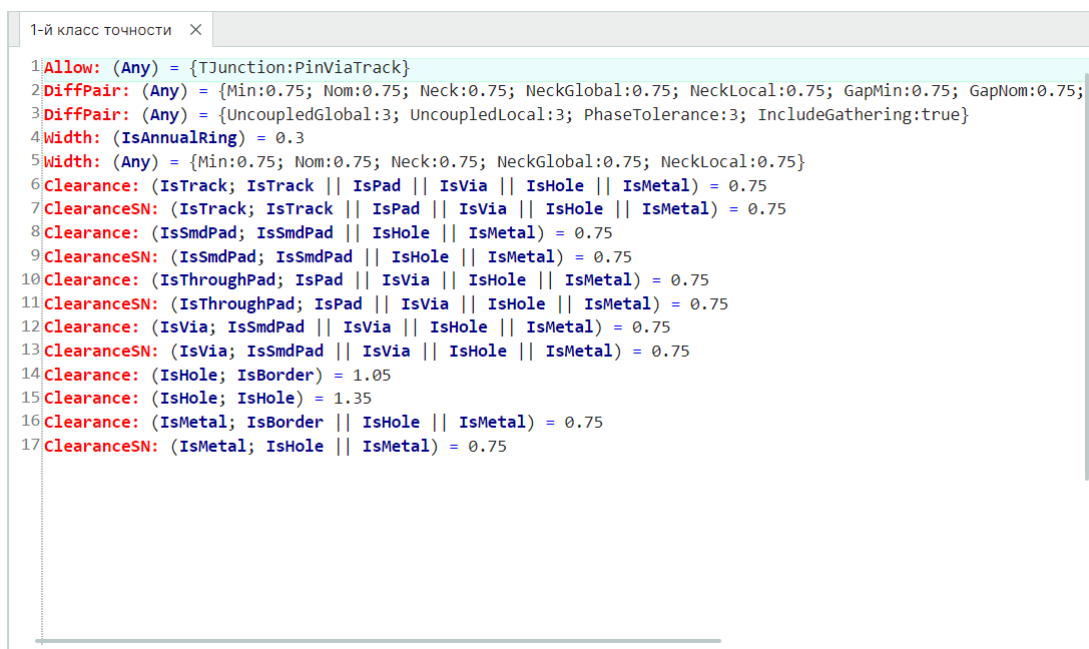

Рис. 123 Окно редактора правил
3. Откорректируйте необходимые параметры правил проектирования в окне редактора правил, см. Рис. 123.